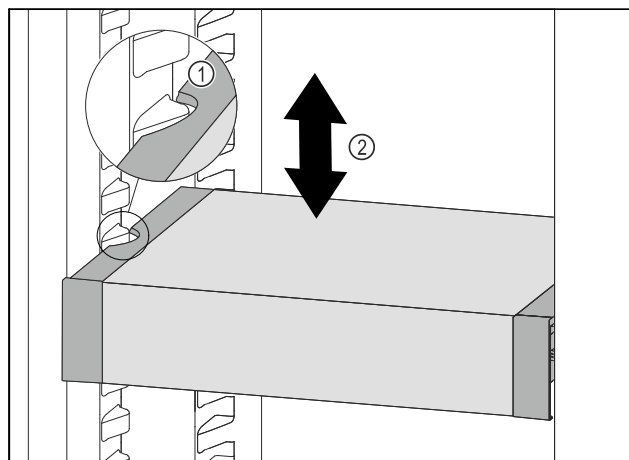

Fig. 201
- ▶ Тяните VarioSafe вперед, пока боковые выемки VarioSafe не окажутся на высоте выступа резервуара в холодильном отделении. Fig. 201 (1)
- ▶ Двигайте VarioSafe в холодильном отделении вверх или вниз, пока не будет достигнута требуемая высота. *Fig. 201 (2)*